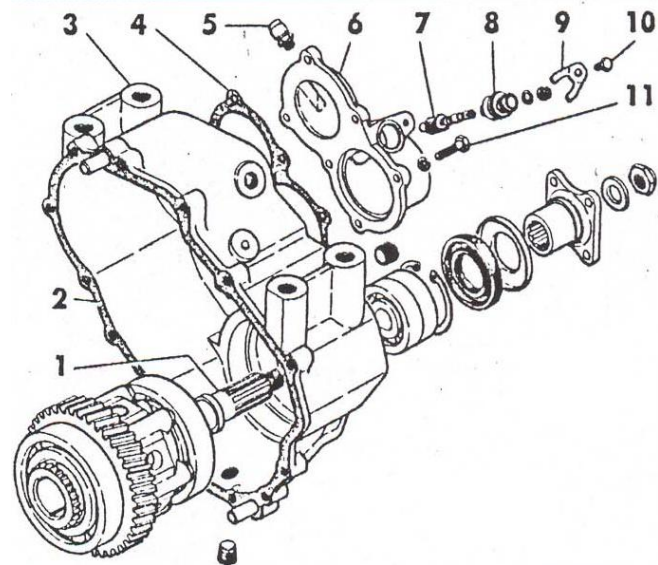

Рис.6.8 Детали заднего картера раздаточной коробки:
- отвернуть болты 11 (рис. 6.8) крепления задней крышки 6 подшипника первичного вала и снять заднюю крышку;
При разборке задней крышки коробки привода заднего ведущего моста (при исполнении с водомётом - передней крышки) необходимо отвернуть болт 10 (рис. 6.8) и снять стопор 9, после этого извлечь из крышки штуцер 8 и ведомую шестерню 7 привода спидометра.